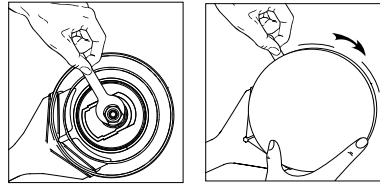

figure 4
2. Pour retirer le plateau de disque, insérez la clé plate entre le plateau de disque et le carénage. Fixez la tige avec la clé plate et dévissez le plateau de disque. – voir figure 4.